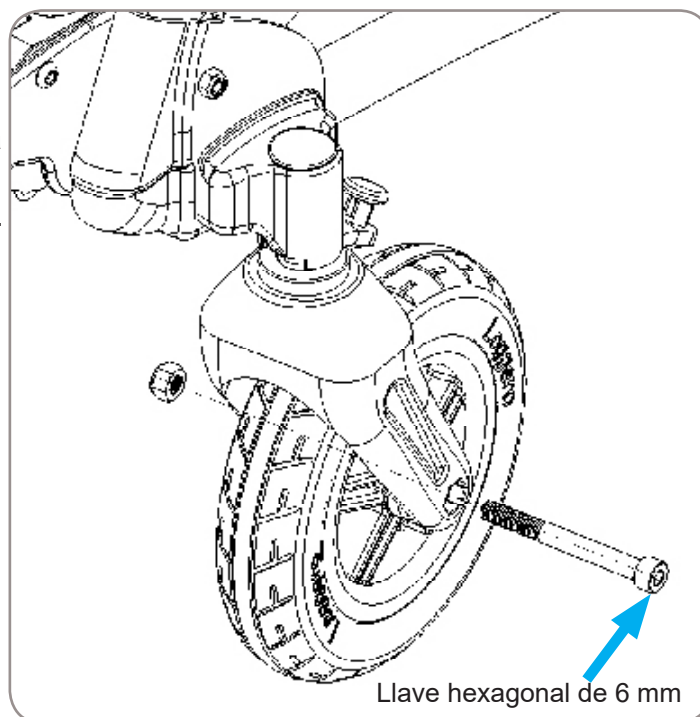

Figura 1
3. Instale las ruedas delanteras, consulte la Figura 1.